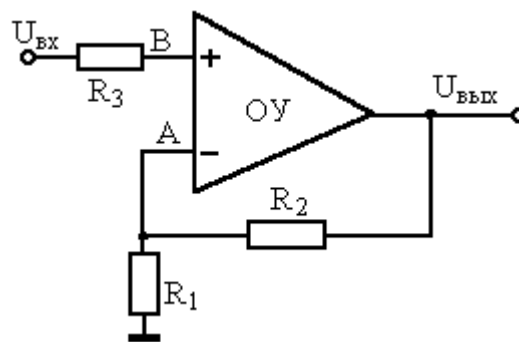

Рис. 6. Неинвертирующий усилитель
**Неинвертирующий усилитель** можно получить, подавая сигнал на неинвертирующий вход, а цепь ООС – на инвертирующий, как показано на рис. 6. Напряжение ОС снимается с делителя:  $U_A = U_{\text{ВЫХ}} \cdot R_1 / (R_1 + R_2)$ . Так как  $U_A = U_{\text{ВХ}}$ , коэффициент усиления  $K_{\text{ОС}} = U_{\text{ВЫХ}} / U_{\text{ВХ}} = 1 + R_2 / R_1$ .